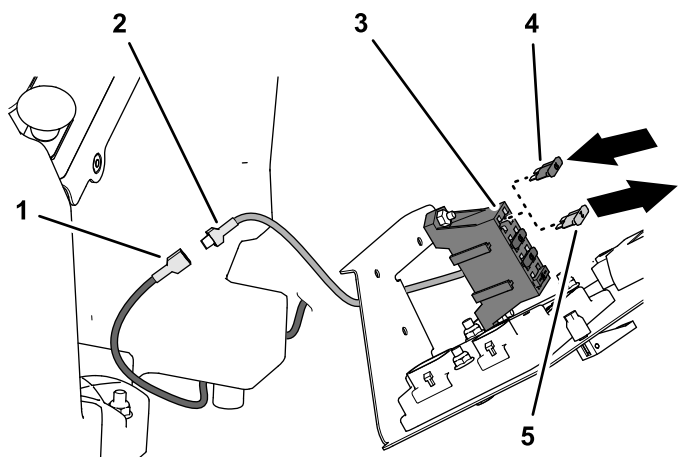

Figure 41
- Amenez le câble d'alimentation auxiliaire (gaine verte) du faisceau (kit) dans le compartiment des commandes de l'utilisateur (Figure 41).
3. Sur le porte-fusibles (Figure 41), connectez les paires de câbles suivantes :
4. Insérez le fusible (10 A) dans l'emplacement libre du porte-fusibles (Figure 41).